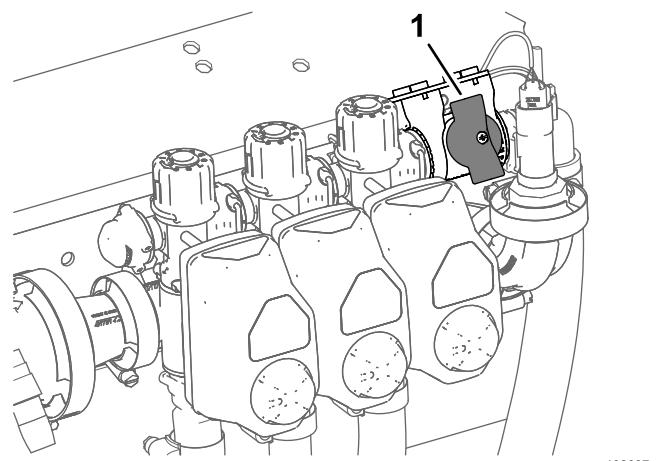

Figura 48
- Para máquinas que se utilizan en el Modo de caudal de aplicación, asegúrese de que el mando de la válvula de cierre del circuito de desvío está en la posición de cerrado (Figura 48).
- Para máquinas que se utilizan en el Modo de caudal de aplicación, asegúrese de que la válvula de cierre del circuito de desvío está cerrada (Figura 48).